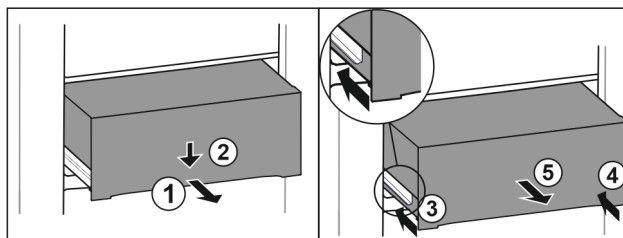

Fig. 58
- ▶ Wyciągnąć szufladę do połowy. Fig. 58 (1)
- ▶ Popchnąć szufladę z przodu w dół. Fig. 58 (2)
- ▶ Wsunąć lewą szynę o ok. 2 cm. Fig. 58 (3)
- ▶ Wsunąć prawą szynę o ok. 2 cm. Fig. 58 (4)
- ▶ Wyjąć szufladę do przodu. Fig. 58 (5)